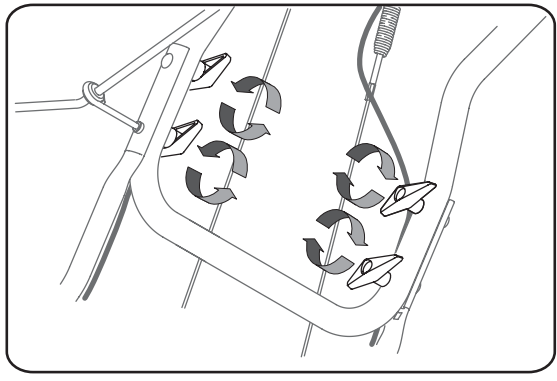

Figure 3-2
- Enlevez les boutons, rondelles et les boulons ordinaires intérieurs de chaque côté du guidon supérieur. Voir la Figure 3-2.